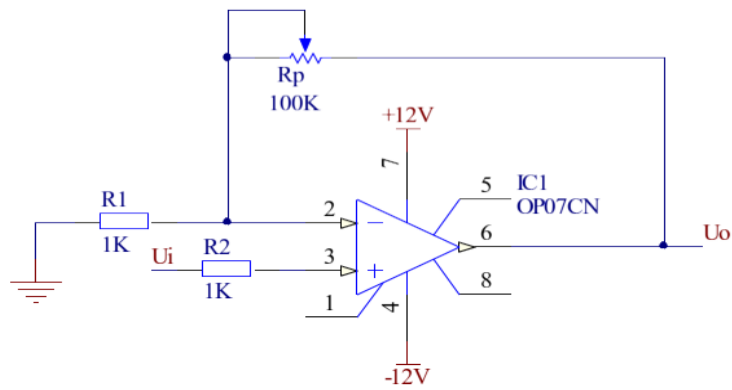
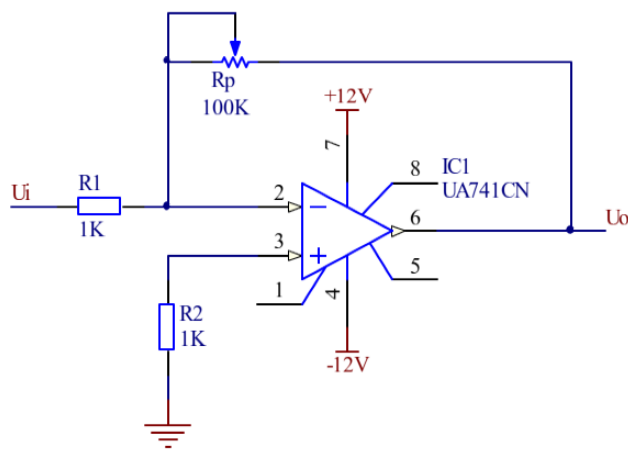
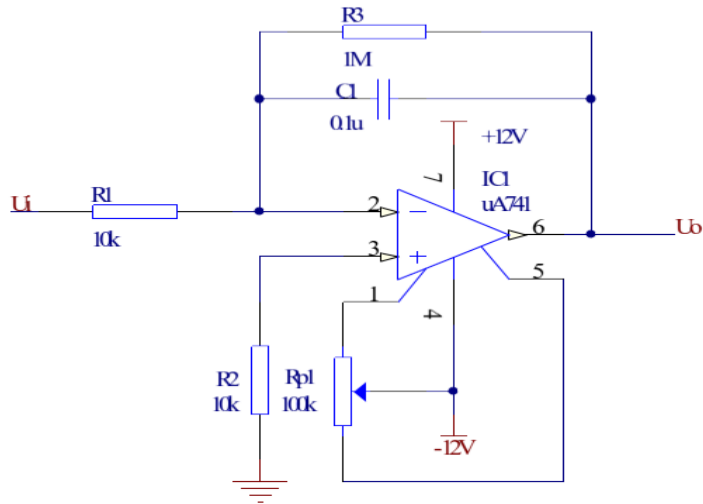

图 6-1 由 OP07 组成的放大器
图 6-2 由 μ A741 组成的放大器
图 6-3 积分器电路原理图
如图 6-1 所示，是由 OP07 组成的同相型放大器。输出电压与输入电压的关系为
如图 6-2 所示，是由 μ A741 组成的反相型放大器。输出电压与输入电压的关系为
如图 6-3 所示，是积分器电路原理图。
在图 6-1 和图 6-2 中，调节 R_p 可改变电压放大倍数。
(1) 目视检测：安装焊接完毕后，按照原理图及工艺要求检查电路安装情况，检查输入、输出、电源、接地等连线是否正确、可靠，相邻导线及焊点有无短路及其它缺陷。
(2) 调试放大器电路（图 6-1 和图 6-2）
①用信号发生器在输入端加一个正弦波信号，频率为 1kHz，电压峰峰值为 200mV。观察并记录输出波形，记录输入、输出信号的频率和电压（峰峰值），求出电压增益（或电压放大倍数）。调节电位器 R_{p1} 的值，可改变电压增益。
②改变输入信号的电压，重复步骤①的内容。记录最大不失真输入电压值。
③改变输入信号的频率，重复步骤①的内容。记录输入信号的频率范围。
④在输入端加一直流电压，重复步骤①和步骤②。
(3) 调试积分电路（图 6-3）
①调零：将输入端 u_i 接地，用数字万用表测输出电压 u_o ，调节调零电位器 R_{p1} ，直至 $U_o=0$ （或 $U_o \approx 0$ ）。
②输入方波信号： a. 用信号发生器，在输入端 u_i 加入方波信号，频率为 100Hz，电压幅度为 $\pm 2V$ 。用数字示波器观察 u_i 、 u_o 的波形，并记录 u_i 、 u_o 的数值。 b. 输入信号的频率不变，改变电压幅度，观察并记录 u_i 、 u_o 的波形。
③输入正弦波： a. 用信号发生器，在输入端 u_i 加入正弦波信号，频率为 100Hz，电压有效值为 1V。用双踪示波器观察 u_i 、 u_o 的波形及相位差，并记录 u_i 、 u_o 的数值。 b. 改变正弦波信号的幅度，观察并记录 u_i 、 u_o 的波形及相位差。